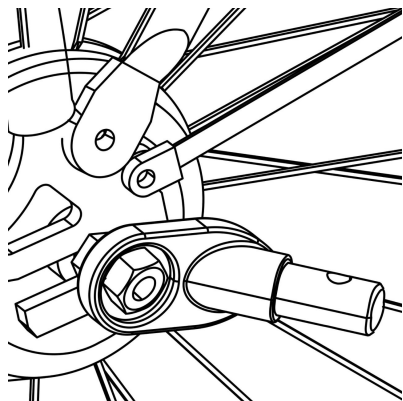

Figuur 1
**1. Snelspanas:** Verwijder de snelspanner aan de linkerkant van de achteras van de fiets. Plaats de koppeling tussen de snelspanner en het frame. Draai de snelspanner vast volgens de handleiding van de fietsfabrikant. De koppeling kan op de fiets blijven zitten wanneer de aanhanger verwijderd is (Figuur 1).